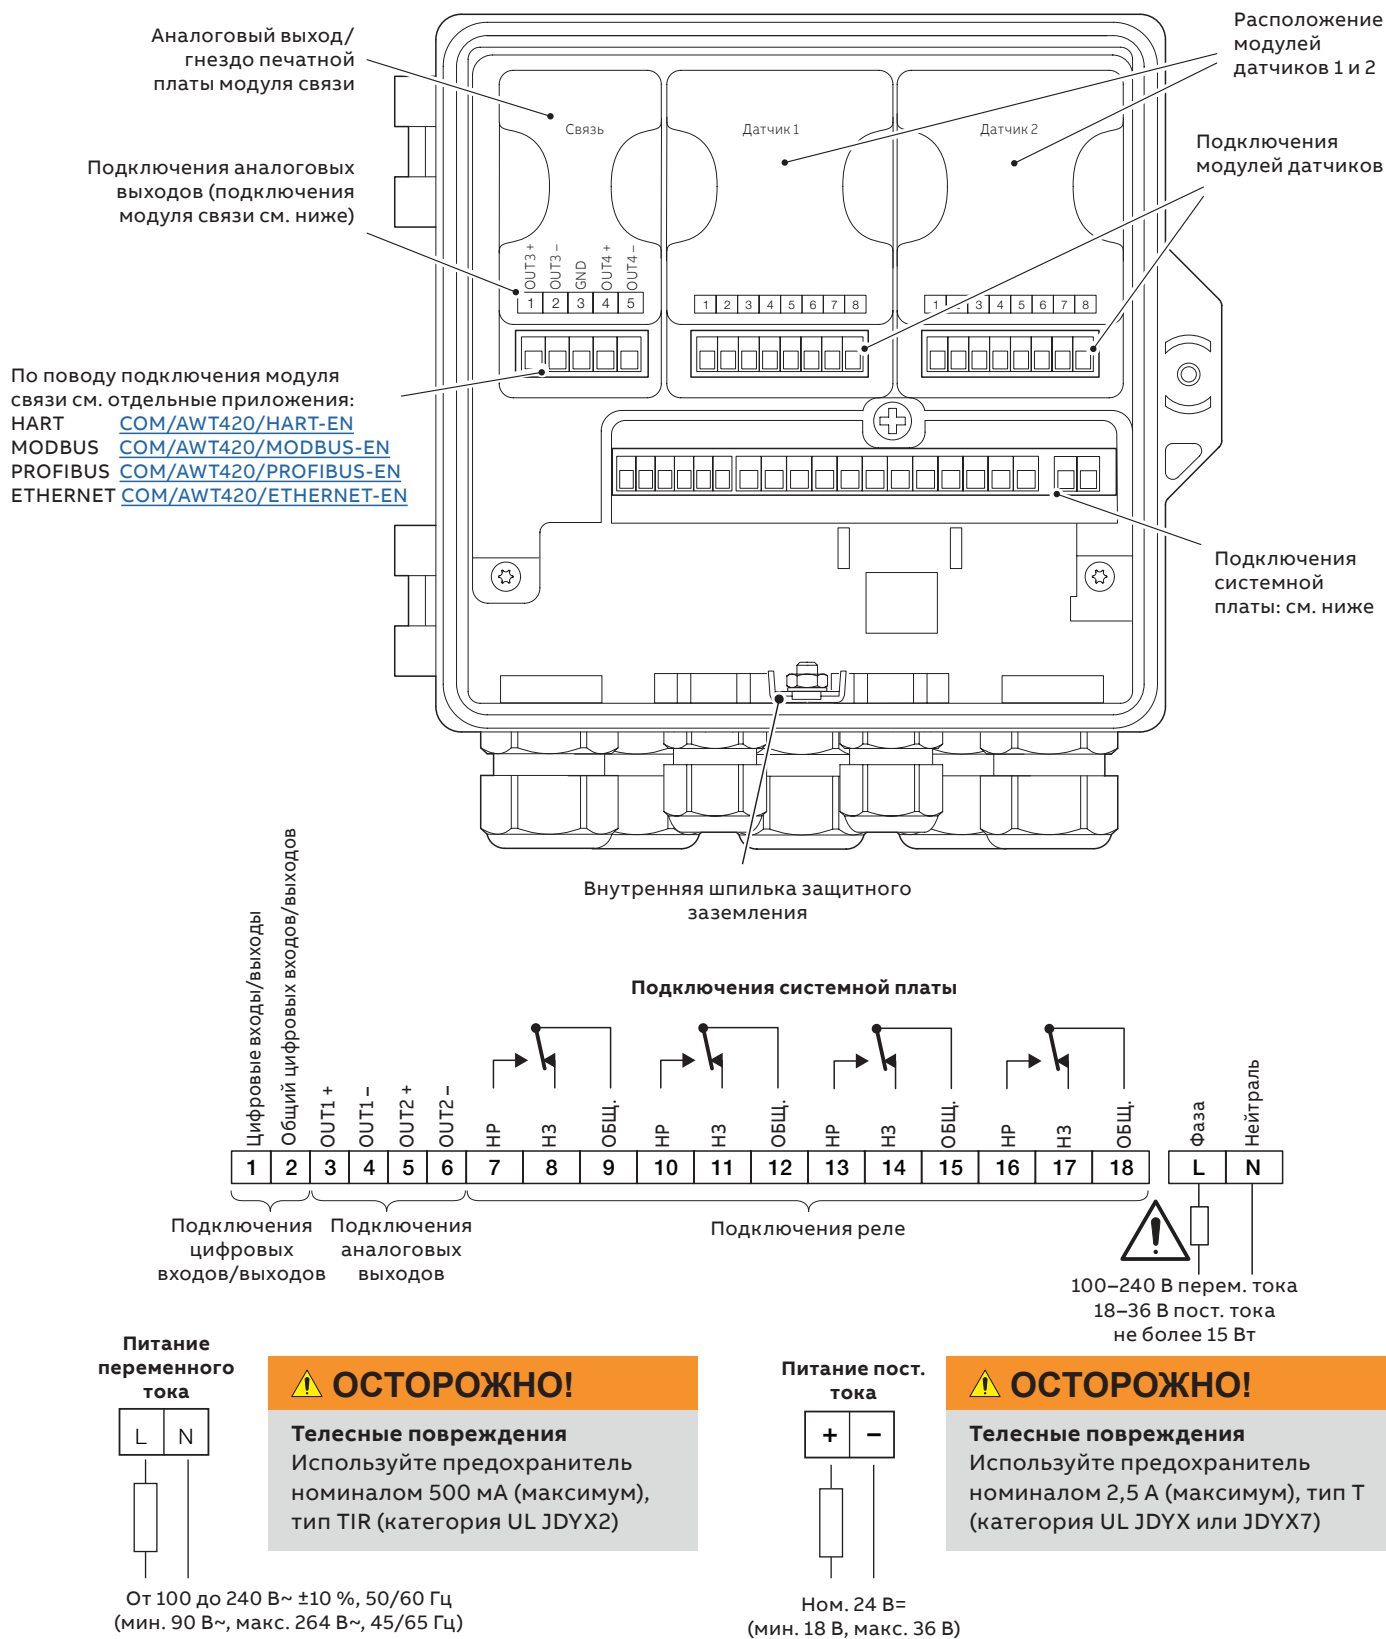

Рис. 8 Обзор электрических подключений
- Убедитесь, что установлены предохранители с соответствующими номиналами – сведения о предохранителях см. на Рис. 8, стр. 10.